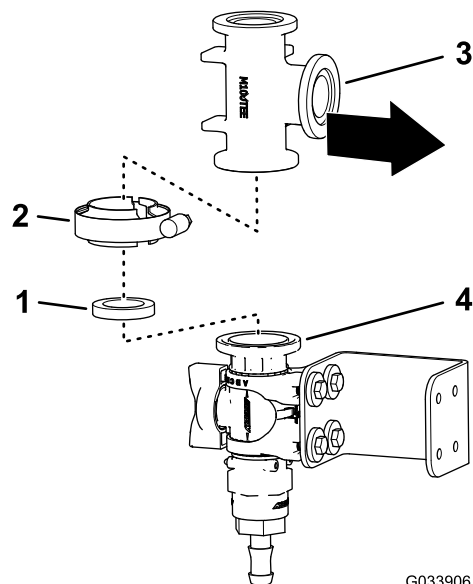

**Рисунок 28**
3. Установите крепление клапана на кронштейн регулирующего клапана (Рисунок 28) с помощью 4 болтов (6 x 12 мм) и 4 плоских шайб; затяните болты с моментом от 10 до 12 Н·м.